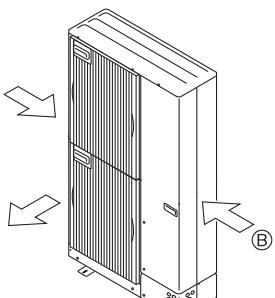

Fig. 2-5
- ③ Εγκαταστήστε τη μονάδα με τρόπο ώστε ο αέρας που βγαίνει από το στόμιο εξαγωγής να φυσά κάθετα σε σχέση με την κατεύθυνση του ανέμου, εάν αυτό είναι δυνατό. (Fig. 2-5)
- ④ Οδηγός αέρα
- ⑤ Εγκαταστήστε τη μονάδα με τρόπο ώστε ο αέρας που βγαίνει από το στόμιο εξαγωγής να φυσά κάθετα σε σχέση με την κατεύθυνση του ανέμου, εάν αυτό είναι δυνατό. (Fig. 2-5)
- ⑥ Κατεύθυνση ανέμου